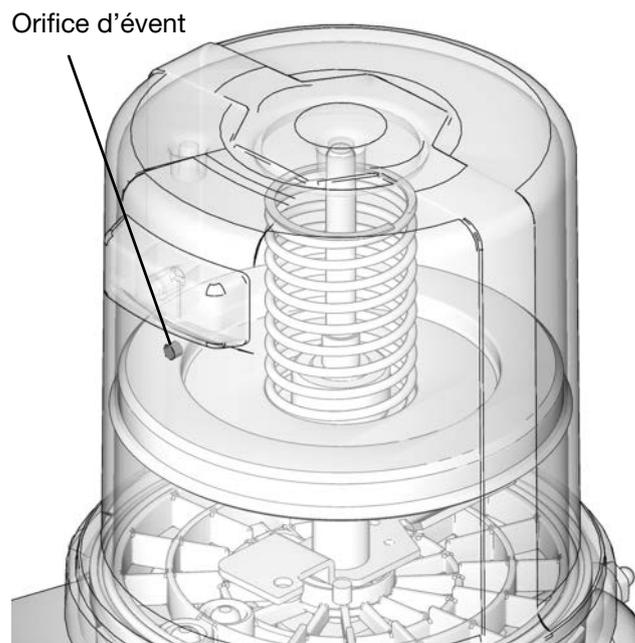

FIG. 21
**REMARQUE :** L'orifice d'évent situé à l'arrière du réservoir ne doit pas être utilisé comme un indicateur/orifice de trop-plein (FIG. 21).
**REMARQUE :** L'orifice d'évent, situé à l'arrière du réservoir, ne doit pas être utilisé comme un indicateur/orifice de trop-plein (FIG. 21).